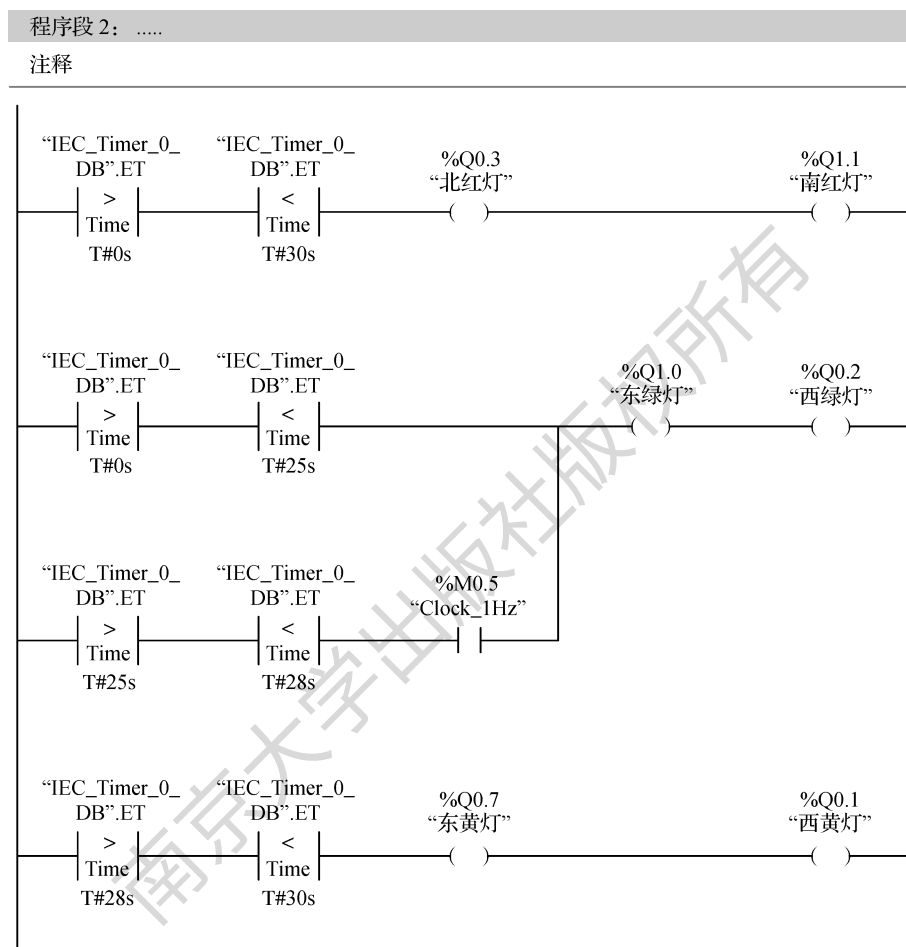

图 2-12 程序段 2
(2) 程序段 2: 设置前 30 s 交通灯的控制要求, 当按下启动按钮, 信号灯开始工作, 在 0—30 s 南北红灯常亮, 0—25 s 东西绿灯常亮, 25—28 s 东西绿灯以 1 Hz 频率闪烁, 28—30 s 东西黄灯常亮, 并分配相应的 I/O 地址, 如图 2-12 所示。